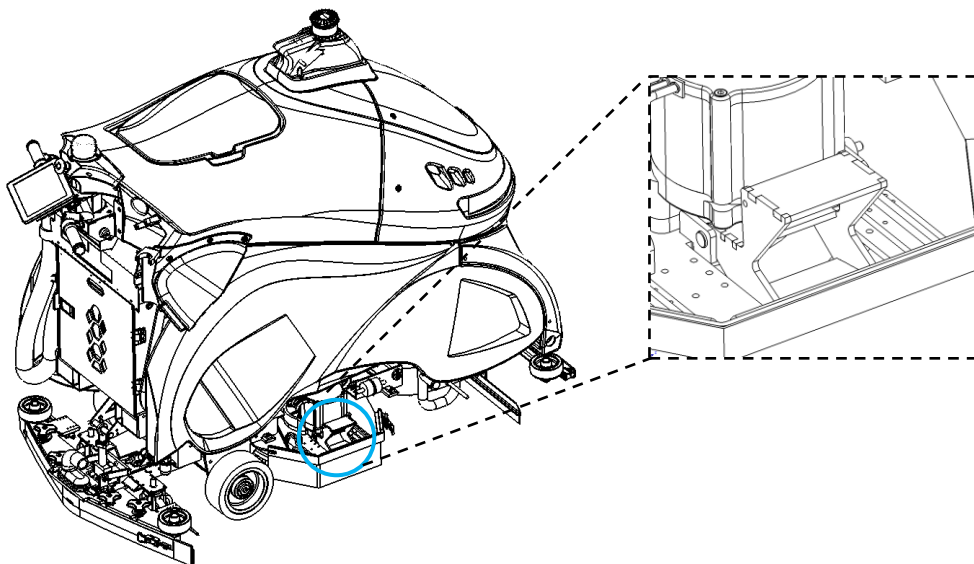

Fig. 1
1. Appuyez sur la pédale pour libérer la brosse des embrayages magnétiques (Fig. 1).